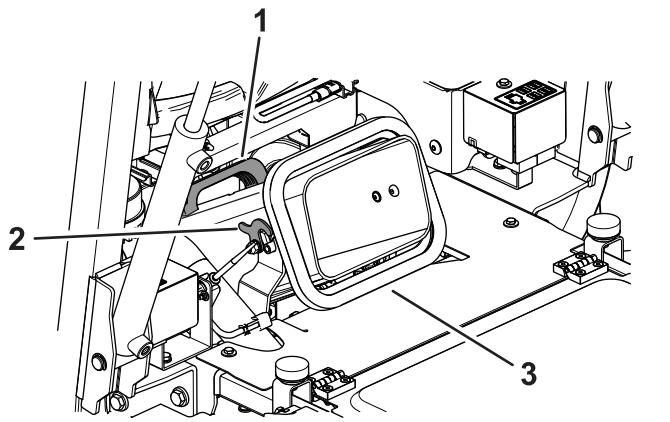

Figura 27
6. Destranque a calha de relva (Figura 27).
7. Utilizando o manípulo na calha, retire a calha, e limpe a calha e a abertura da unidade de corte (Figura 27).
8. Instale a calha e prenda-a com os trincos (Figura 27).